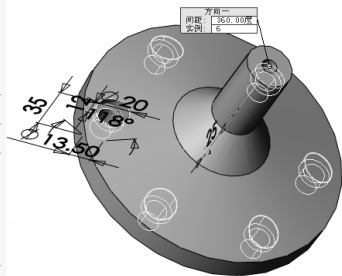

图 7-7 预览圆周阵列效果
- 7) 在“参数”选项组的（实例数）文本框中指定阵列的特征数（包括原始样本特征）。此时在图形区中可以预览阵列效果，如图 7-7 所示。